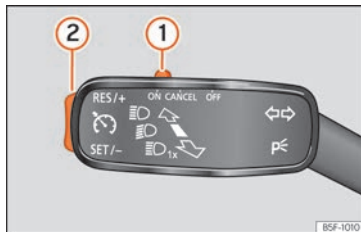

Fig. 223 No manípulo dos indicadores de mudança de direção: comandos para a utilização do GRA.
- Desloque o comando »» Fig. 223 ① até ON.
- Pressione o botão »» Fig. 223 ② na zona SET/-.
- Desloque o comando »» Fig. 223 ① até CANCEL ou carregue no travão.
- Pressione o botão »» Fig. 223 ② na zona RES/+.
Enquanto o GRA regula pode ajusta-se a velocidade guardada com a tecla »» Fig. 223 ②:
- Para aumentar em passos de 1 km/h (1 mph) pressione brevemente o botão »» Fig. 223 ② na zona RES/+.
- Para aumentar a velocidade ininterruptamente mantenha pressionado o botão »» Fig. 223 ② na zona RES/+.
- Para reduzir em passos de 1 km/h [1 mph] pressione brevemente o botão »» Fig. 223 ② na zona **SET/-**.
- Para reduzir a velocidade ininterruptamente mantenha pressionado o botão »» Fig. 223 ② na zona **SET/-**.
- Desloque o comando »» Fig. 223 ① para **OFF**.